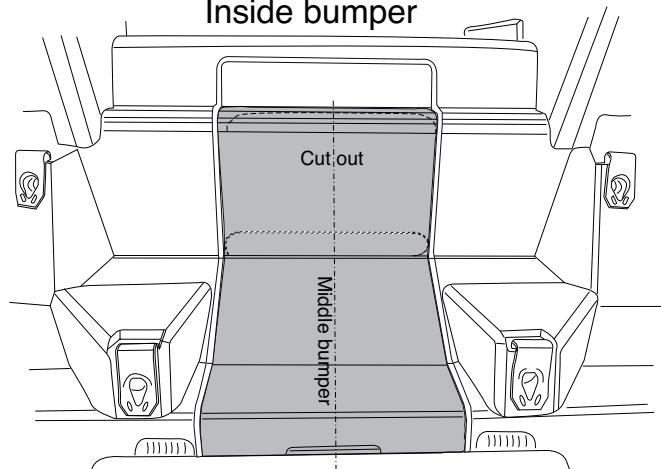

Fig.3
8. Saw a section out of the middle of the bumper as shown in fig 3/3a.
8. Auf der Unterseite der Stoßstange einen Teil aus der Mitte gemäß Abbildung 3/3a herausschneiden.